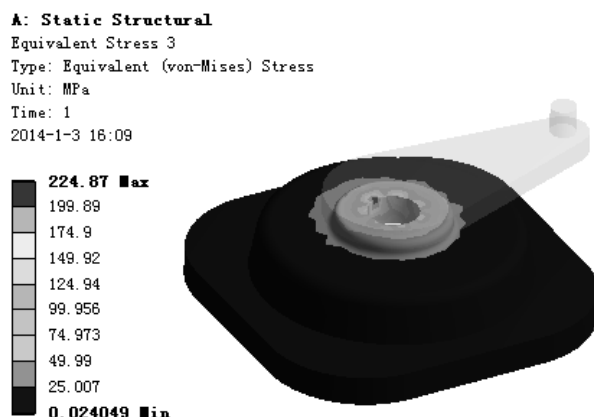

图 7.6.60 应力结果图解 (frictional)
(5) 查看 frictional 应力结果图解。在“ Outline ”窗口中选中  Equivalent Stress 3 , 查看图 7.6.60 所示的零件 frictional 的应力结果, 其最小应力为 0.024049 MPa, 其最大应力为 224.87 MPa。